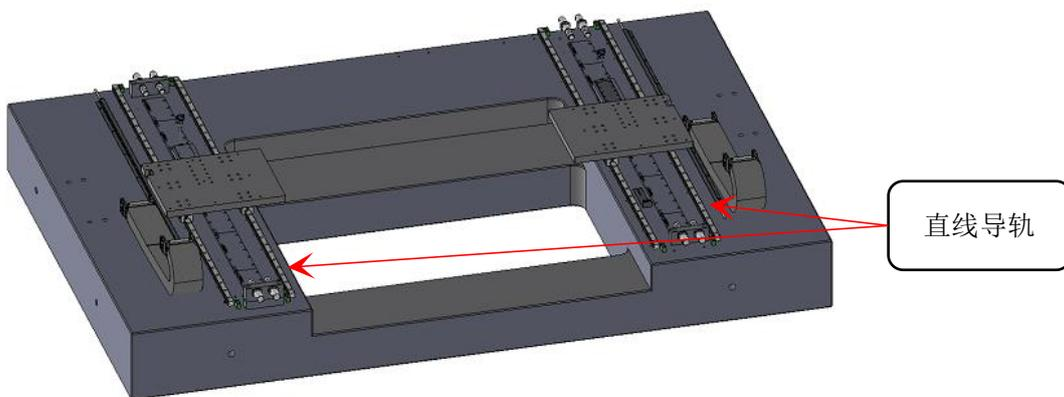

图 6.2.6
b. 对载台 XY 轴的直线电机两侧的直线导轨加注润滑油脂。如图 6.2.6